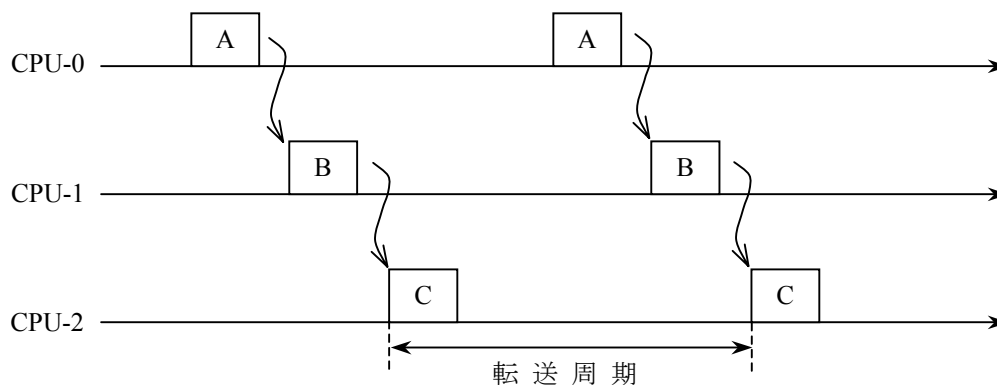

図4-3 転送周期
4.1節で説明した「メモリ転写動作」は、図4-3のようなタイミングになります。横方向が時間軸です。